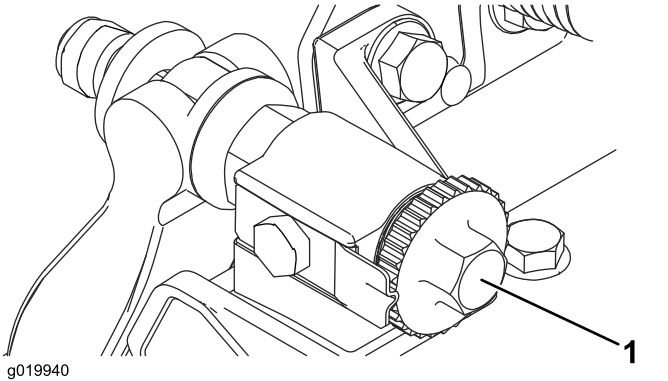

图 9
- 逆时针旋转底刀架调节螺丝确保底刀架不与滚刀接触 图 9。